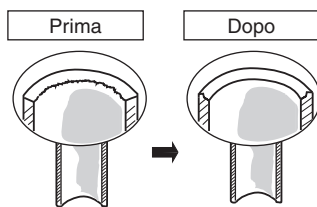

Fig. 5-1
- (1) Con un tagliatubi tagliare il tubo di rame alla lunghezza desiderata. È consigliabile tagliare da 30 a 50 cm in più rispetto alla lunghezza stimata del tubo.
- (2) Rimuovere le bavature all'estremità del tubo di rame con un alesatore o una lima. Questa precauzione è importante e deve essere osservata con la massima attenzione per assicurare una buona svasatura. Assicurarsi di impedire l'ingresso di contaminanti (umidità, sporco, trucioli di metallo ecc.) nei tubi. (Figs. 5-1 e 5-2)